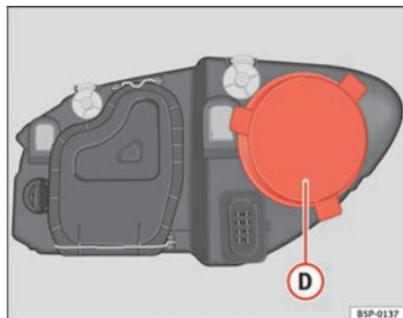

Fig. 183 Feux de position
- Retirez le cache => fig. 183 **D** en tirant dessus.